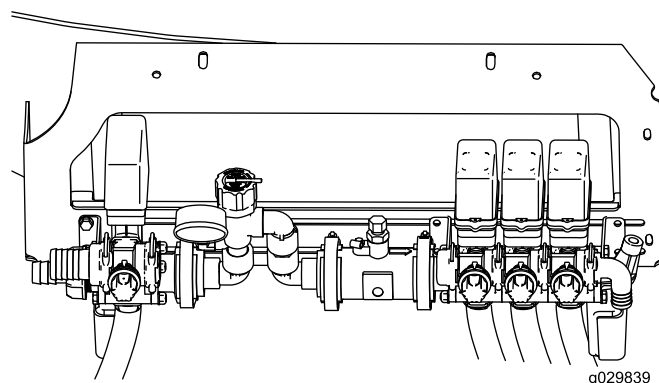

Bild 4
- Bewegen Sie den Durchflussmesser und das Abschnittsventil vorsichtig so weit, dass der Durchflussmesser bündig mit der Druckentlastungsbaugruppe abschließt (**Bild 4**).